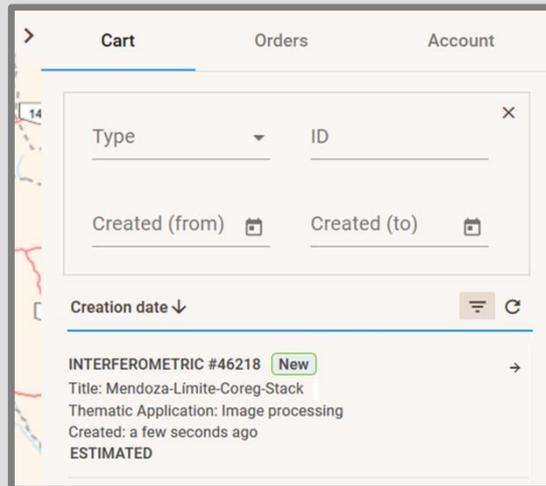

Figura 76: Filtros para la búsqueda de pedidos.
- **Filters** (Filtros)  : Permite realizar una búsqueda de los pedidos usando diferentes opciones para el filtrado (ver **Figura 76**):
- Información : Permite consultar más detalles sobre un pedido en particular (ver Figura 76 o Figura 75).